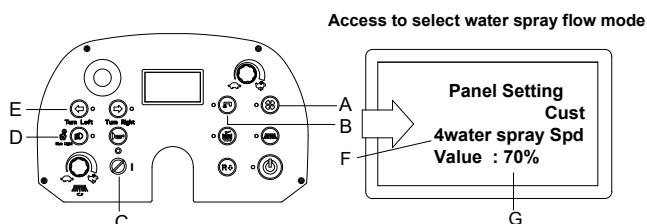

Figura 15
1. Apăsați simultan butonul de aspirare (A, Figura 15) și butonul pompei (B, Figura 15).
2. Inserați cheia de contact (C, Figura 15) și rotiți-o la poziția „I”.
3. După câteva secunde, sistemul intră în modul de setare a utilizatorului (Figura 15).
4. Eliberați butonul de aspirare (A, Figura 15) și butonul pompei (B, Figura 15).
5. Apăsați butonul „rotire spre stânga” (E, Figura 15) pentru a selecta elementul 4 „4Water Spray Spd” (Viteză pulverizare apă) (F, Figura 15)
6. Apăsați butonul de aspirare (A, Figura 15) sau butonul pompei (B, Figura 15) pentru a selecta valoarea vitezei de pulverizare a apei (50%, 60%, 70% ...) (G, Figura 15).
7. Apăsați butonul farului (D, Figura 15), după aproximativ 1 secundă, pe ecran se afișează „Update OK” (Actualizare OK), indicând faptul că debitul de pulverizare a apei este setat, apoi reporniți mașina. (C, Figura 7).